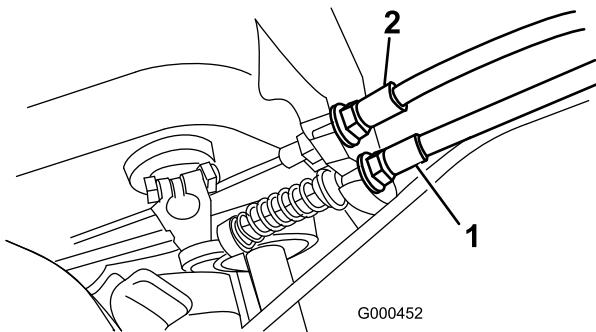

Figura 42
2. Per aumentare la tensione del cavo allentate il controdado del cavo anteriore e serrate il controdado del cavo posteriore (Figura 42) finché non occorre una forza di 5,4–7,3 kg, per innestare il comando della trazione.